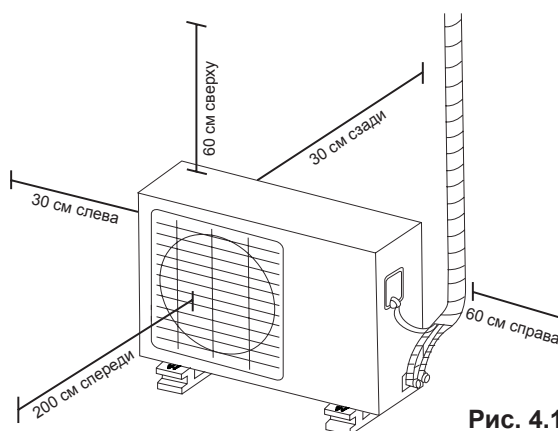

Рис. 4.1
- ☑ Соответствовать всем требованиям по зазорам, показанным на рис. 4-1.